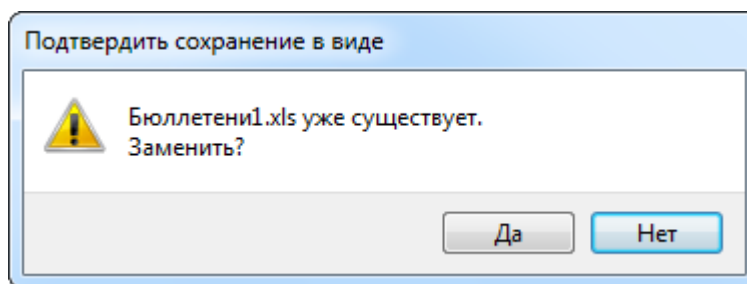

Рис. 14-26 – Подтверждение о перезаписи файла
4) Для сохранения файла нажать кнопку «Сохранить». Если файл с таким именем уже существует, выводится предупреждающее сообщение (рис. 14-26). Нажать «Да» для перезаписи файла или «Нет», чтобы задать новое имя файла. Если файл с таким именем уже открыт в Excel, необходимо его закрыть – в противном случае сохранение выполнено не будет.